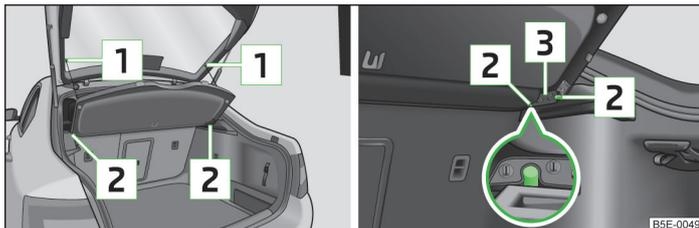

Abb. 57 Gepäckraumabdeckung ausbauen / einbauen
- › Die Haltebänder [1] » Abb. 57 aushängen.
- › Die Aufnahmen an der Abdeckung [3] » Abb. 57 über die Halterungen [2] an der Seitenverkleidung stellen.
- Die Aufnahmen der Abdeckung [3] » Abb. 57 müssen in den Halterungen der Seitenverkleidung [2] eingerastet sein.